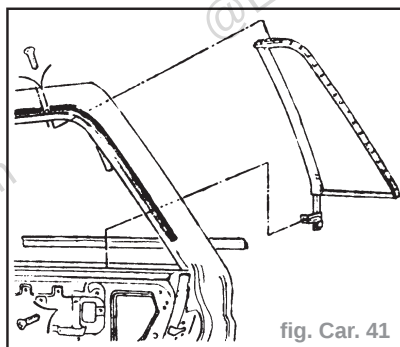

fig. Car. 41
- la glissière arrière - 2 vis, 1 boulon (fig. Car. 41).